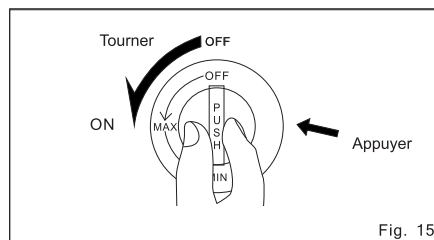
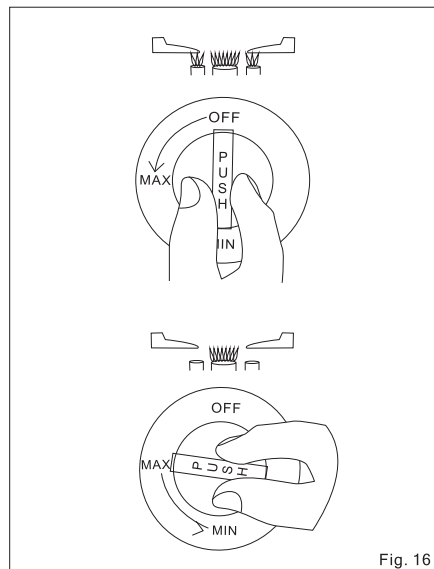

Fig. 15
Fig. 16
A. Ouvrir le robinet principal du gaz, appuyer le bouton de réglage et tournez-le dans le sens du signe MAX (contre les aiguilles d'une montre) tant que vous entendez le craquement du dispositif d'allumage. Se rassurer que le brûleur est allumé (fig. 15). Dans ce cas de figure, s'allumeront le petit et le grand brûleur du brûleur double. Afin de n'utiliser que le petit brûleur, libérer le bouton de réglage du gaz et tourner-le jusqu'à la position MIN (fig. 16).